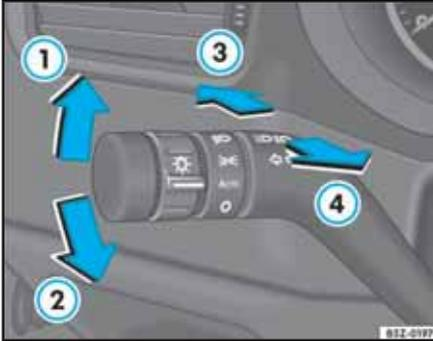

Fig. 72 Palanca de los direccionales y de la conmutación de los faros
- Desplace la palanca para arriba, hasta el batiente \Rightarrow fig. 72 ①, para direccionales a la derecha, y, para abajo \Rightarrow fig. 72 ②, para direccionales a la izquierda. La luz correspondiente en el panel \leftarrow o \rightarrow titila también.
- Para encender los faros altos/faros de largo alcance, presione la palanca \Rightarrow fig. 72 ③ en la dirección del panel, con la ignición activada. Con los faros altos encendidos, aparece en el panel una luz correspondiente a la luz alta H y se apagan los faros medios \Rightarrow Δ .
- Con los faros apagados, presione la palanca en dirección al volante \Rightarrow fig. 72 ④, para accionar las señales de luces. Durante las señales de luces, se enciende la luz correspondiente al faro alto H en el panel.